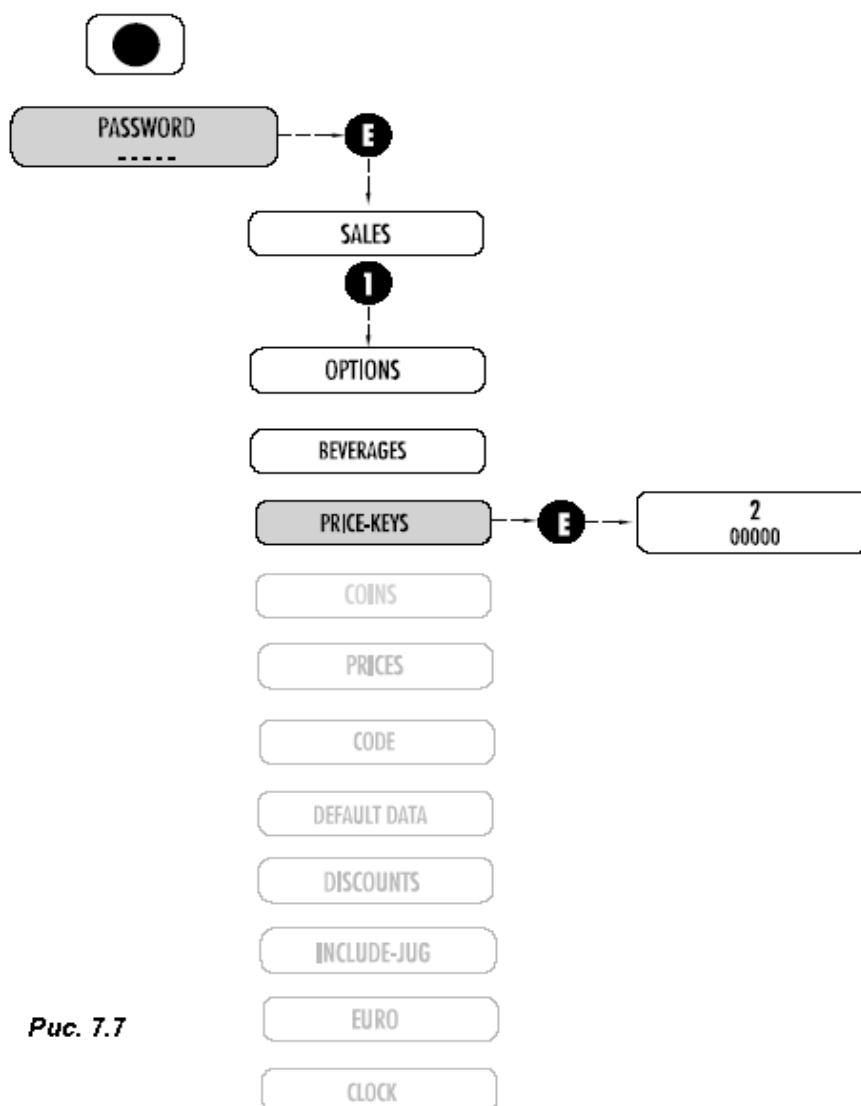

Рис. 7.7
7.2.6 КНОПКИ ПРИСВОЕНИЯ ЗНАЧЕНИЙ ЦЕНЫ (Рис. 7.7)